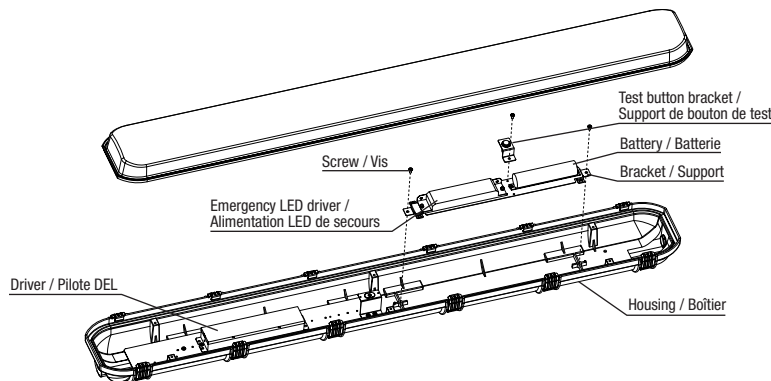

Fig 10
2. Fix the emergency LED driver bracket assembly to the housing with two screws (Fix the tether Cable and LED driver bracket together using screws) as shown in Fig. 10.
3. Fix the test button bracket to the bracket as shown in Fig. 10.
2. Fixez l'ensemble support du pilote DEL d'urgence au boîtier à l'aide de deux vis (fixez ensemble le câble d'attache et le support du pilote DEL à l'aide de vis), comme illustré à la figure 10.
3. Fixez le support du bouton de test au support, comme indiqué sur la figure 10.